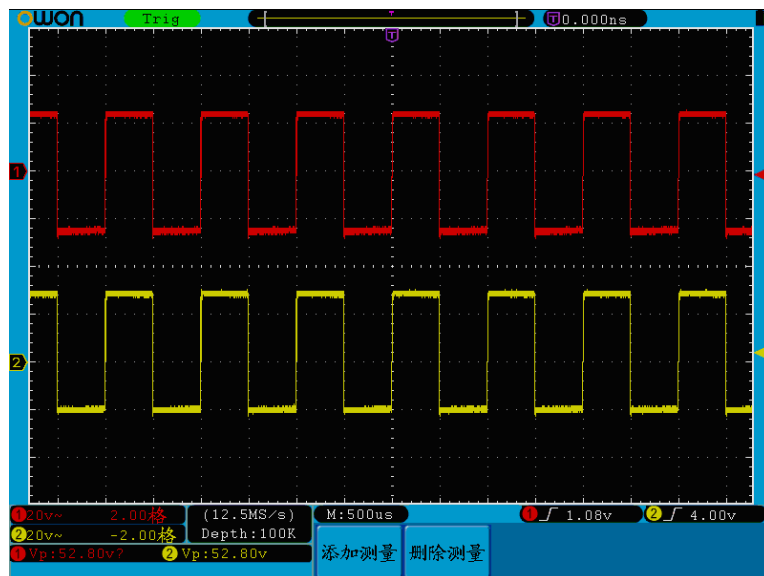

图6-2：增益测量波形
- (1) 按下 **自动设置** 按键。示波器自动把两个通道的波形调整到合适的显示状态。
- (2) 按下 **测量** 按键显示测量菜单。
- (3) 按 **H1** 键弹出右边菜单。
- (4) 按 **F2** 键，选择 **CH1**。
- (5) 按 **F1** 键，旋转 **通用** 旋钮选择 **类型** 为 **峰-峰值**。
- (6) 按 **F2** 键，选择 **CH2**。
- (7) 再按 **F1** 键，旋转 **通用** 旋钮选择 **类型** 为 **峰-峰值**。
- (8) 从屏幕左下角测量值显示区域读出通道1和通道2的峰-峰值。见图 6-2。
- (9) 利用以下公式计算放大器增益。